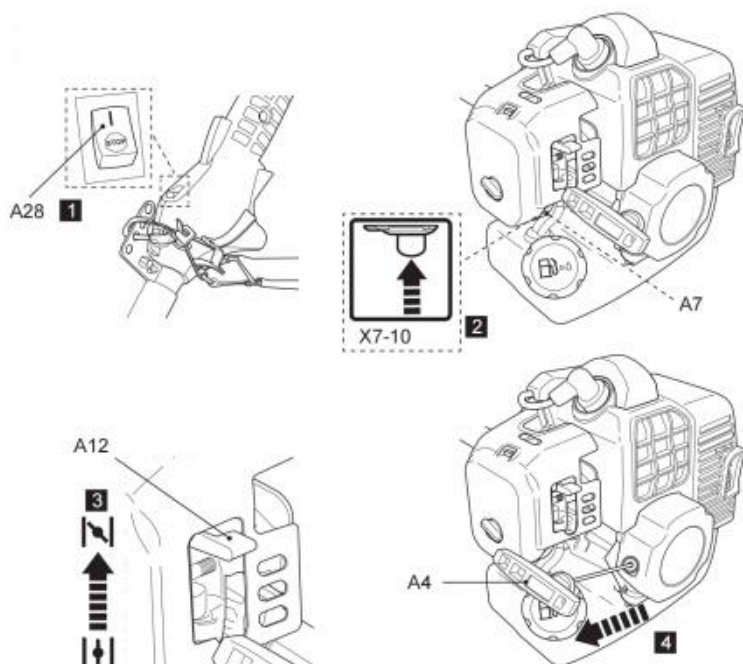

Fig. 38
5. Sujete el producto firmemente y tire lentamente de la manivela de arranque (A4) hasta sentir resistencia; luego, tire con fuerza. Si el motor no arranca después de intentarlo hasta 8 veces, mueva ligeramente el estrangulador hacia abajo, a la posición central. Repita el proceso hasta que el motor arranque (Fig. 38).